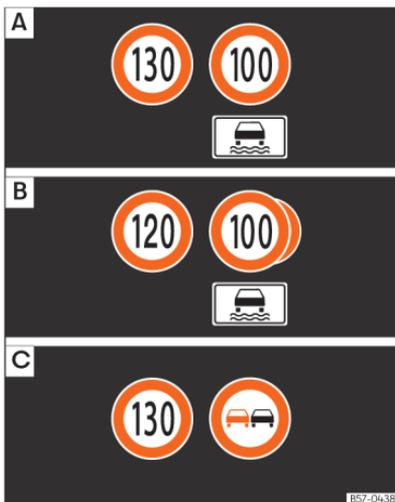

Abb. 10 Display im Kombi-Instrument: Beispiele für erkannte Geschwindigkeitsbeschränkungen oder Überholverbote mit ihren zugehörigen Zusatzzeichen.
Die vom System erkannten Verkehrszeichen werden am Display des Kombi-Instruments **>>>** (Abb. 10) und je nach installiertem Navigationssystem auch im Infotainment-System angezeigt.
Nach Überprüfung und Auswertung der Informationen der Kamera, des Infotainment-Systems sowie der aktuellen Fahrzeugdaten werden im System bis zu drei aktuelle Verkehrszeichen **»» [Abb. 10] B** mit den entsprechenden Zusatzinformationen angezeigt.
- **Erste Stelle:** Das für den Fahrer gegenwärtig gültige Verkehrszeichen wird auf dem Display links angezeigt. Zum Beispiel die Geschwindigkeitsbegrenzung 130 km/h (100 mph) **»» [Abb. 10] A**.
denes Geschwindigkeitsgebot, wird das Überholverbotschild an zweiter Stelle angezeigt **»» [Abb. 10] C**.